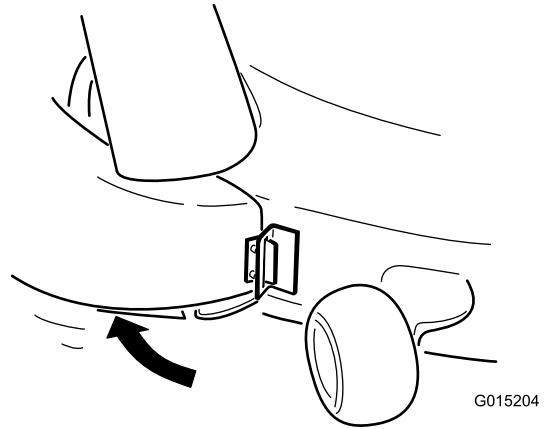

Bild 12
2. Drehen Sie den Auswurfkanal nach hinten zum Mähwerk, sodass der Auswurfkanal mit dem Mähwerkgehäuse bündig ist (Bild 12).